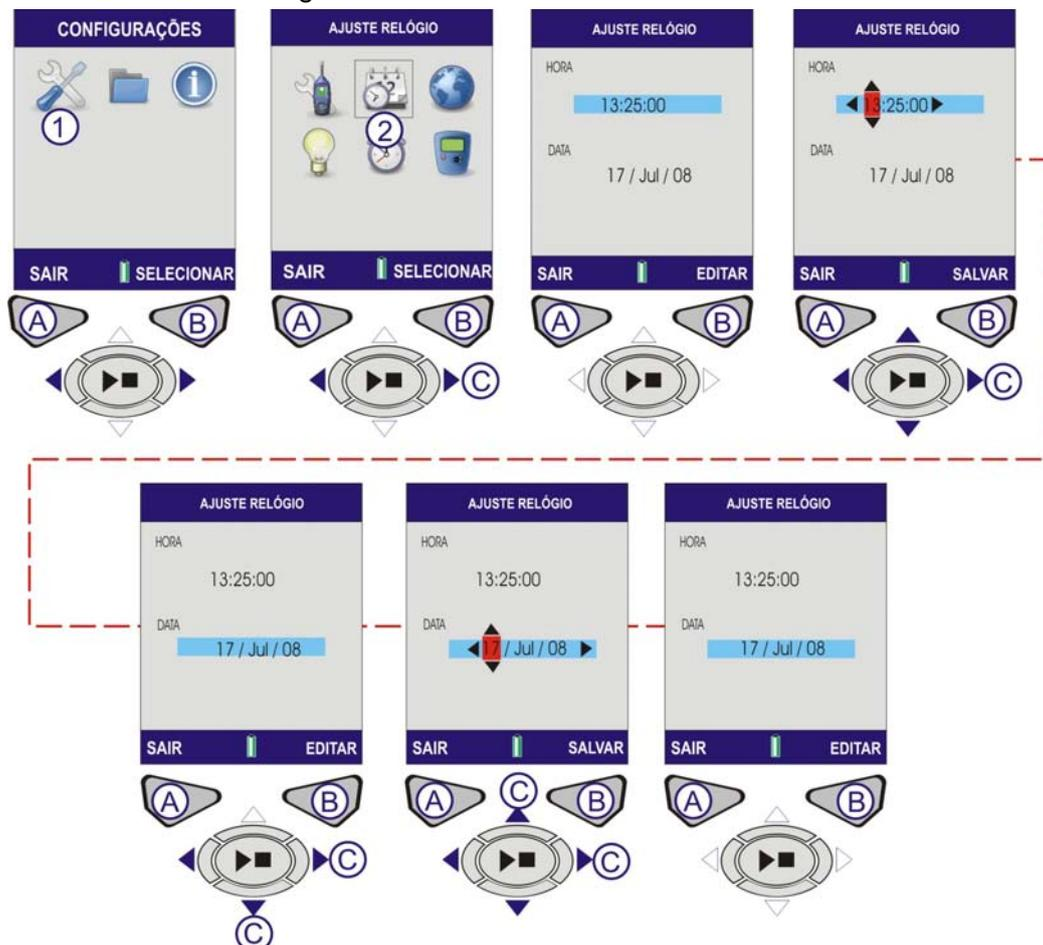

Figura 5 Configurar Data e Hora
C. TELAS DE DATA E HORA (Consultar a Figura 5)